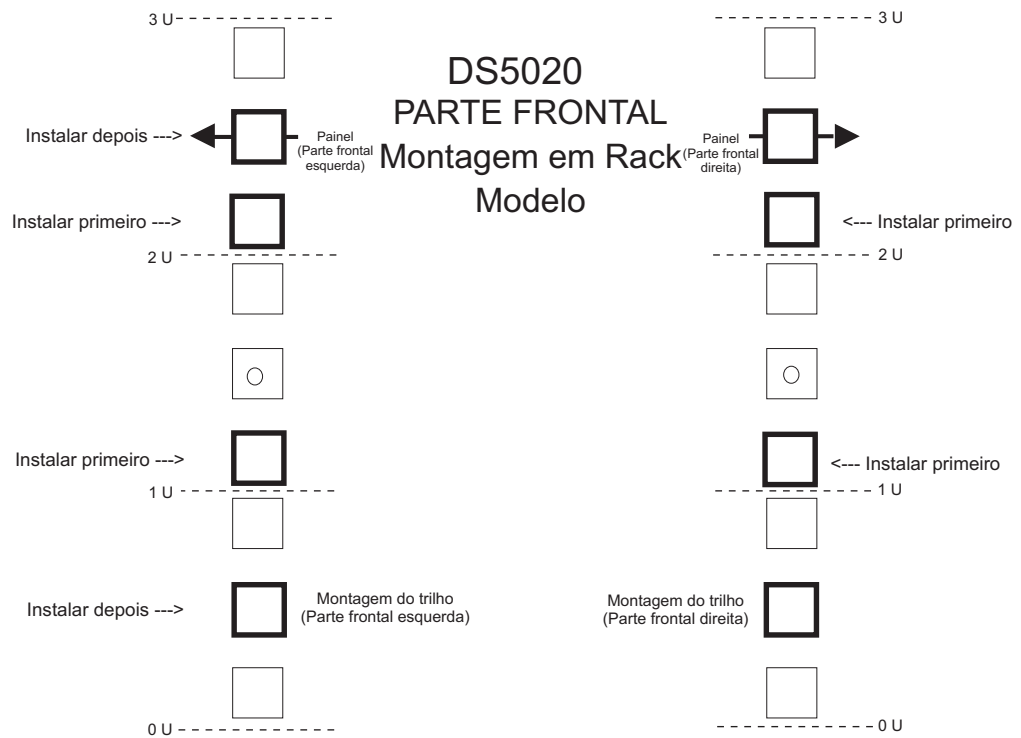
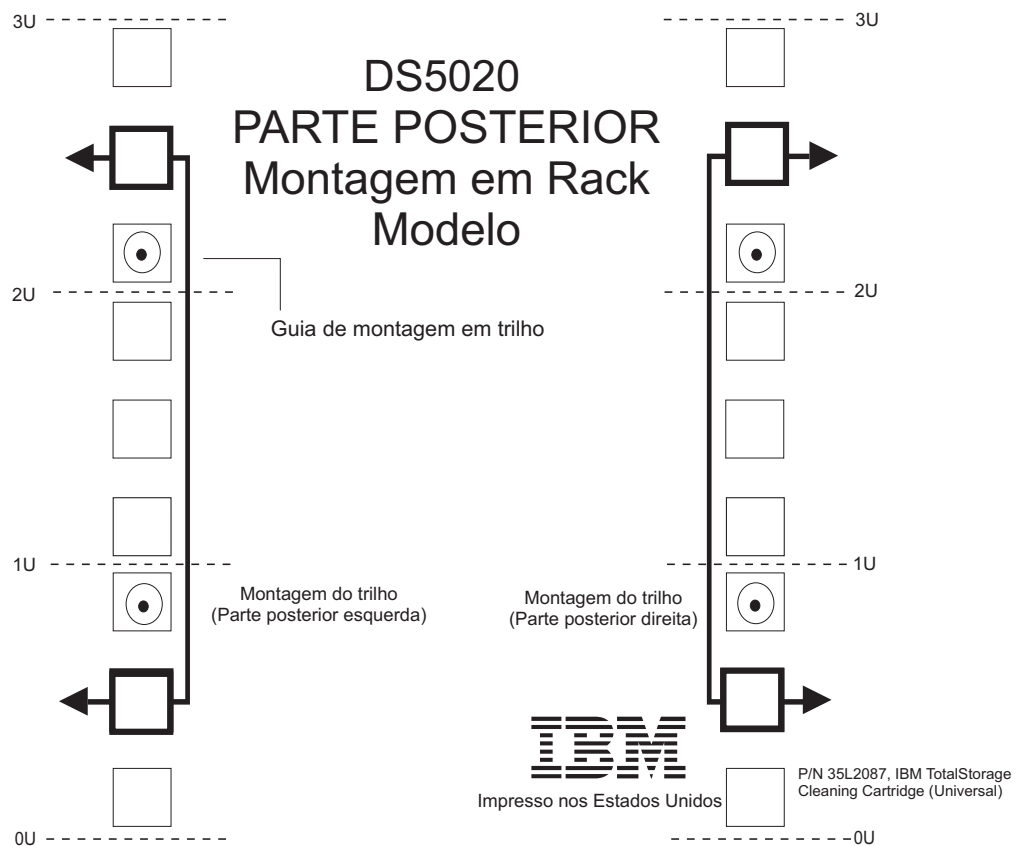

Figura 13. Gabarito de Montagem da Parte Frontal do Rack
Figura 14. Gabarito de Montagem da Parte Traseira do Rack
Use os modelos a seguir (Figura 13 na página 36 e Figura 14 na página 36) para identificar os locais adequados para inserção de parafusos M5 ao montar os trilhos de suporte e o subsistema de armazenamento DS5020 em um gabinete de rack. Os locais dos parafusos M5 estão destacados nos gabaritos.
Importante: Cópias duplicadas dos gabaritos de montagem do rack são fornecidas no Apêndice B, “Modelos de montagem em rack”, na página 183. Se desejar destacar os modelos deste documento, use as cópias em Apêndice B, “Modelos de montagem em rack”, na página 183. Use os modelos anteriores (Figura 13 na página 36 e Figura 14 na página 36) para identificar o local adequado
- A borda no trilho se alinha à parte inferior do subsistema de armazenamento (o limite 0U em Figura 14 na página 36).
Nota: Certifique-se de instalar o parafuso identificado como *instalar primeiro* na Figura 13 na página 36.